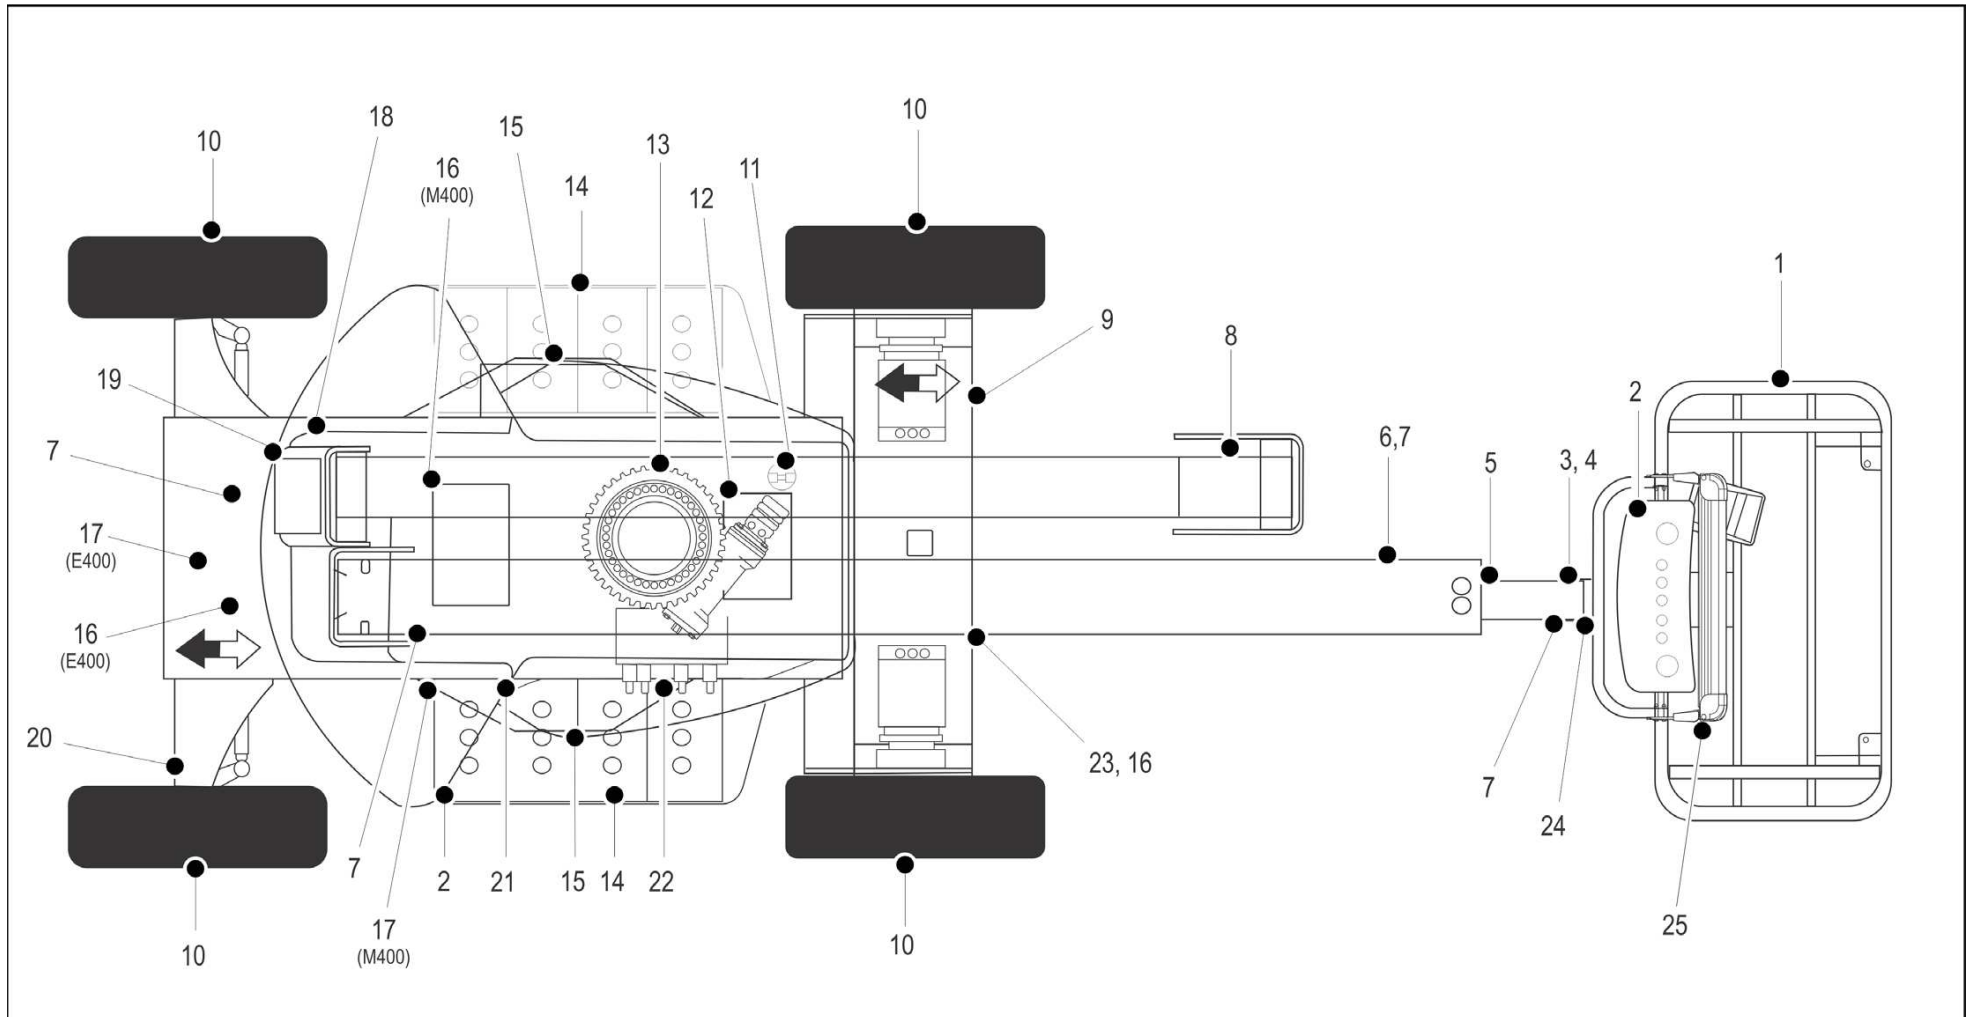

Figura 2-2. Inspección visual diaria - Hoja 1 de 3
5. **“Inspección visual”** - Consultar la Figura 2-2. a la Figura 2-4.